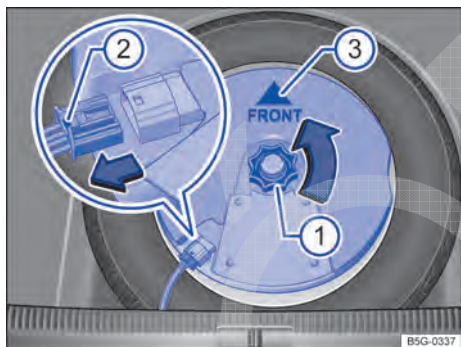

Fig. 250 No compartimento de bagagem:
- Desrosquear o manípulo → Fig. 250 ① no sentido anti-horário (seta).
- Para destravar o conector, pressionar o travamento a extremidade do conector ②.
- Colocar o subwoofer cuidadosamente na caixa do aro. A ponta do símbolo da seta "FRONT" → Fig. 250 ③ deve indicar para frente no subwoofer.
- Inserir o conector até que o travamento ② se trave de maneira audível.
- Girar o manípulo ① no pino rosqueável no sentido anti-horário até que o subwoofer fique preso com segurança.